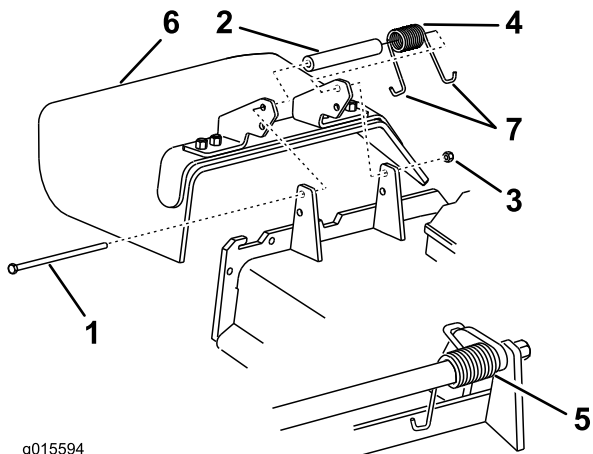

Bild 42
1. Entfernen Sie die Sicherungsmutter, Schraube, Feder und das Distanzstück, mit denen das Ablenkblech an den Schwenkhalterungen befestigt ist (Bild 42). Entfernen Sie defekte oder abgenutzte Ablenkbleche.
Hinweis: Achten Sie darauf, dass ein J-förmiges Federende hinter der Mähwerkkannte befestigt ist, bevor Sie die Schraube einsetzen, wie in Bild 42 abgebildet.
3. Setzen Sie die Schraube und Mutter ein. Führen Sie das J-förmige Hakenende der Feder um das Ablenkblech (Bild 42).